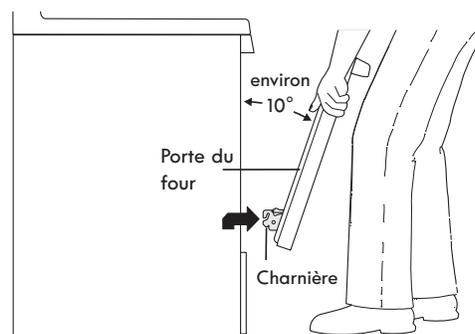

Figure 57 : Pour retirer la porte du four
3. Tenez fermement les deux côtés de la porte du four (n'utilisez pas la poignée de la porte - Figure 57).
1. Tenez fermement les deux côtés de la porte du four (n'utilisez pas la poignée de la porte - Figure 57).